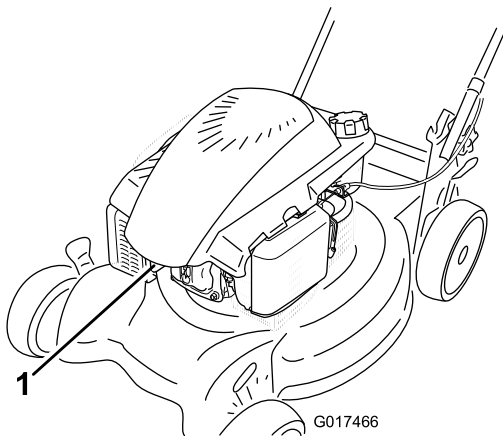

Figura 32
3. Desconecte el cable de la bujía (Figura 32) antes de realizar cualquier procedimiento de mantenimiento.